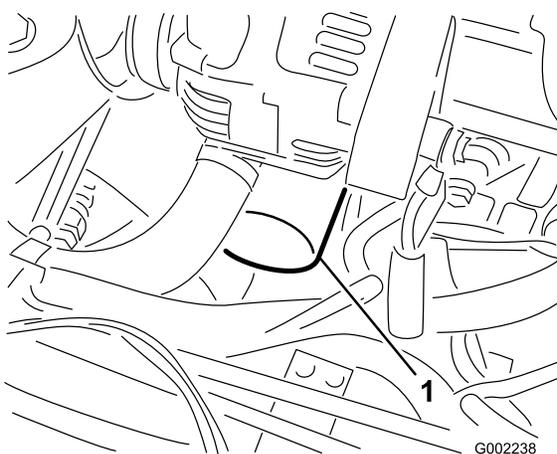

Figura 43
- Retire o filtro do óleo antigo (Figura 43).
- Coloque o filtro de substituição no adaptador do filtro. Rode o filtro de óleo no sentido dos ponteiros do relógio até que a junta de borracha toque no adaptador do filtro e, em seguida, aperte o filtro mais 1/2 volta (Figura 43).